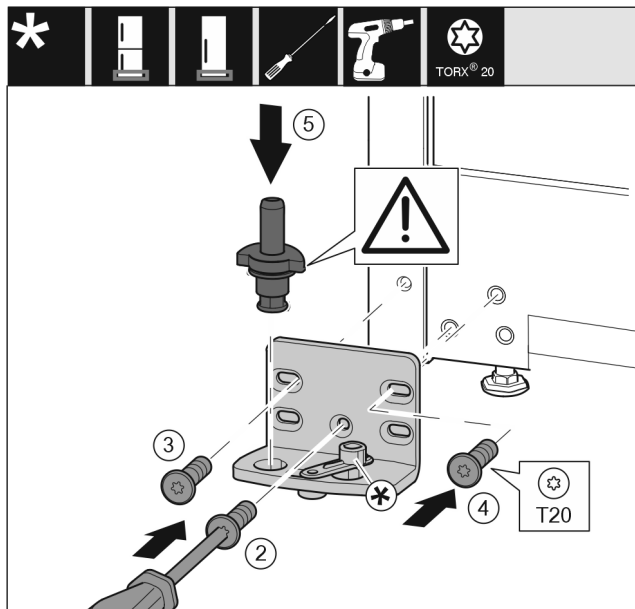

Fig. 18
- ▶ Установите опорный кронштейн с другой стороны и прикрутите с помощью отвертки. Начиная с винта Fig. 18 (2) снизу в центре.
- ▶ Затяните винт Fig. 18 (3) и винт Fig. 18 (4).
- ▶ Снова установите опорный палец Fig. 18 (5) в сборе. При этом проследите за тем, чтобы выступ фиксатора был направлен назад.